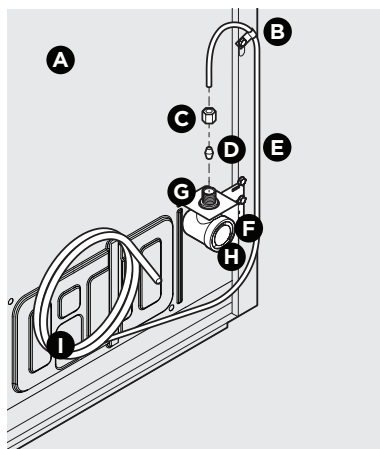
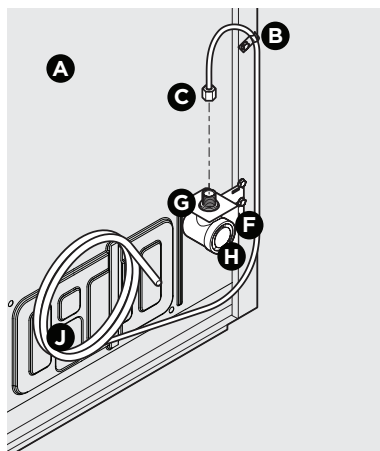

Figure 1
Figure 2
4. Si vous utilisez un **tuyau en cuivre** : faites glisser l'écrou de compression en laiton, puis placez la bague (raccord) sur la conduite d'alimentation en eau. Poussez le tuyau d'alimentation en eau dans l'entrée de la vanne d'alimentation en eau aussi loin que possible (6,4 mm/¼ po). Faites glisser la bague (raccord) dans l'entrée de la vanne et serrez à la main l'écrou de compression sur la vanne. Serrez un autre demi-tour avec une clé. NE PAS trop serrer. Consultez la figure 1.
Si vous utilisez un **tuyau flexible tressé en acier inoxydable**, l'écrou est déjà assemblé sur le tuyau. Faites glisser l'écrou sur l'entrée de la vanne et serrez l'écrou à la main sur la vanne. Serrez un autre demi-tour avec une clé. NE PAS trop serrer. Consultez la figure 2.
B	Pince en acier (fig. 1 : 6,4 mm [¼ po]; Fig. 2 : 12,7 mm [½ po])